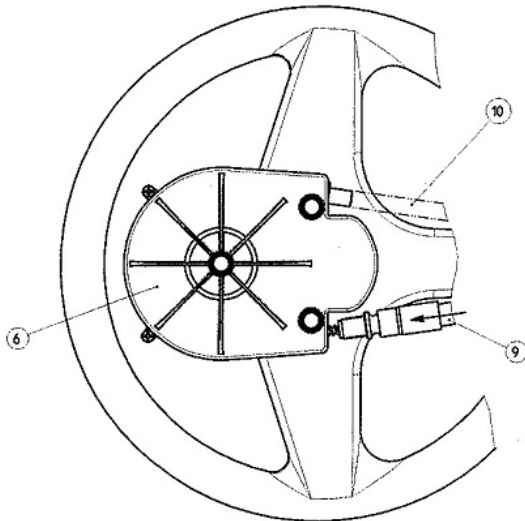

FIG 4
- Insérez le câble interne en spirale et tournez le volant afin d'engrener le câble avec la roue dentée (voir Fig. 4).